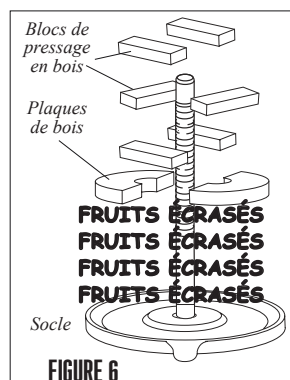

FIGURE 6
2. Poser les plaques de bois sur le dessus des fruits (**FIGURE 6**).